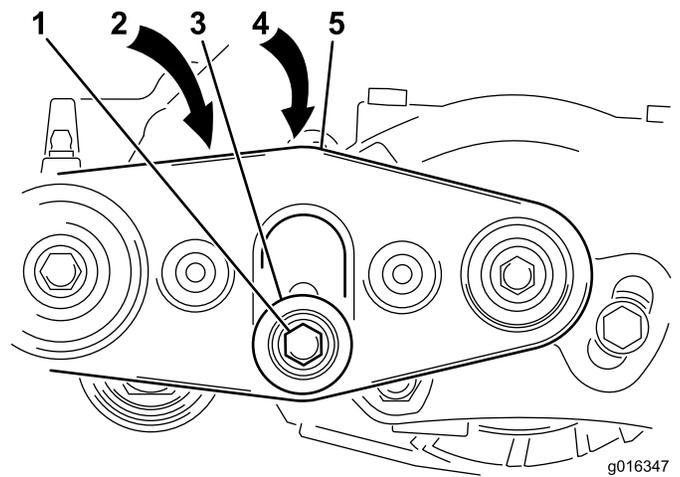

Figura 11
A. Desaperte os parafusos sextavados e a porca fixando a polia intermédia ao suporte da escova direita; consulte a Figura 11.